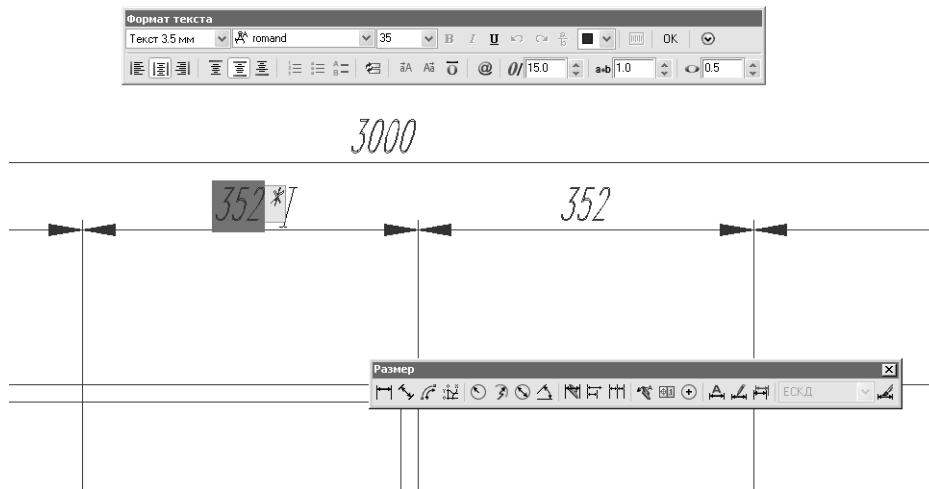

Рис. 11.32 ▼ Редактирование размерной надписи как многострочного текстового объекта
2. Запустите инструмент **Редактировать** (Edit) (например, введите в командном окне **ред** (ED)) и в ответ на приглашение AutoCAD щелкните на одном из двух размеров.
3. AutoCAD перейдет в режим редактирования многострочного текста замените значение **352** значением **352 ***, как показано на рис. 11.32.